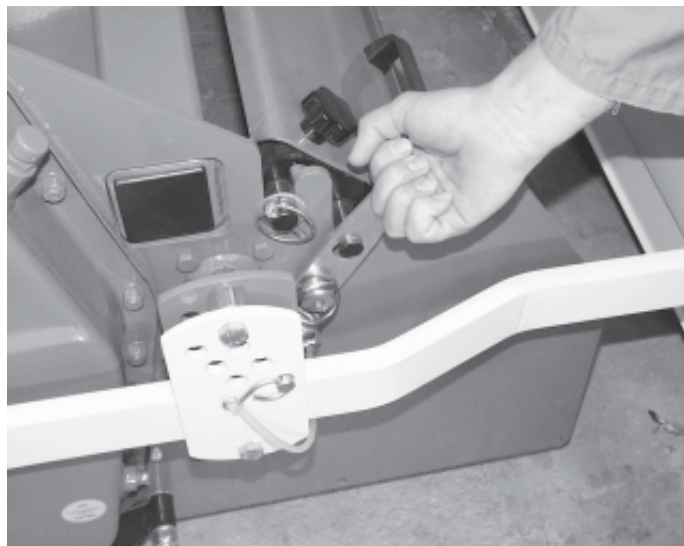

fig. 43
- En cas d'impossibilité de faire tourner le rotor il faut enlever le capot niveleur en déverrouillant les fixations à droite et à gauche du capot (fig. 43)